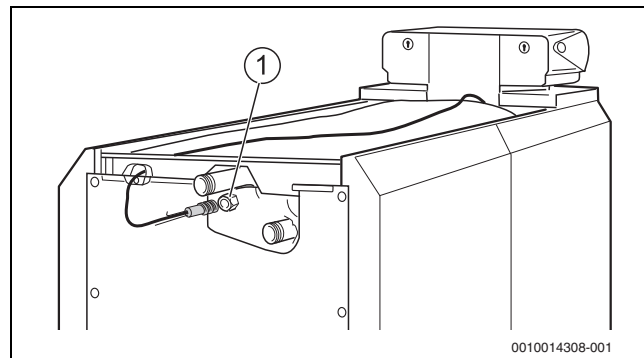

Bild 27 Temperaturfühler in Tauchhülse einföhren
Die Fühler des Sicherheitstemperaturbegrenzers (STB) und des Temperaturreglers (TR) müssen am Installationsort (→ Bild 27, Seite 29) auf der Kesseloberseite montiert werden.